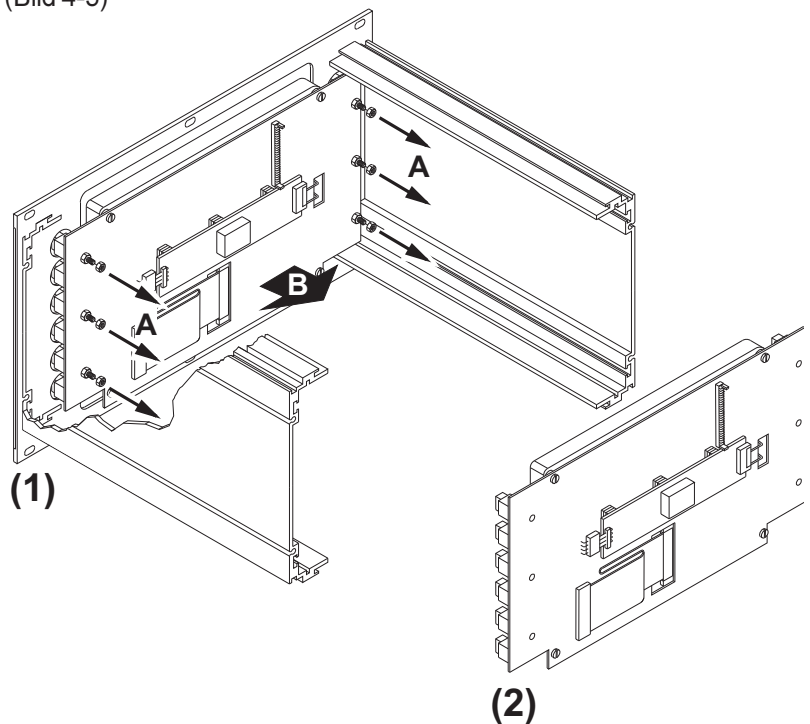

Bild 4-5: Lösen und Entnehmen der Displayplatine
8. Lösen sie auf der Displayplatine die sechs Muttern (A) von den Abstandsbolzen und legen Sie sie zur Seite. Entnehmen Sie vorsichtig die komplette Montageeinheit (B) und senden Sie sie zurück an RTW. (Bild 4-5)